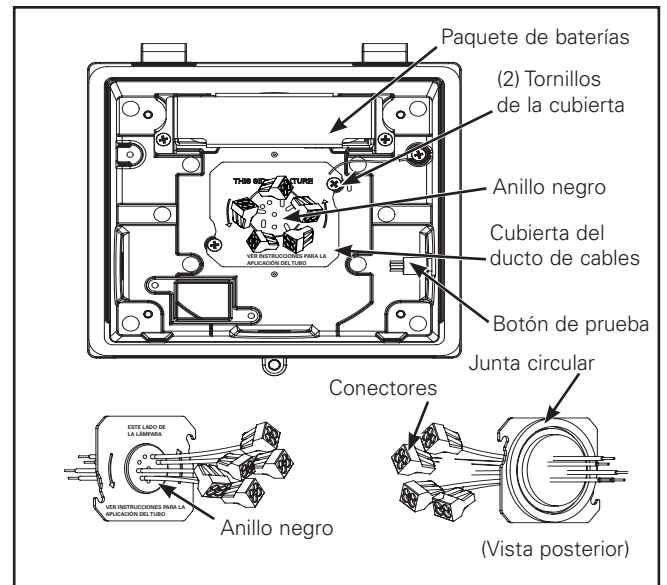

Figura 2.
3. Cableado sobre la caja eléctrica e instalación del tubo de acceso posterior: Afloje pero no retire los dos tornillos que fijan la cubierta del ducto de cables (Figura 2). Gire la cubierta del ducto de cables en sentido antihorario, y retírela desde la apertura.
1. Sobre la caja de conexiones: Realice las conexiones de los cables de suministro eléctrico en la parte posterior de la cubierta del ducto de cables. Siga las pautas del Código Nacional Eléctrico (NEC, por sus siglas en inglés) para cableado en lugares húmedos (las tuercas para conectar cables son suministradas por terceros). Asegúrese de que todos los cables estén fijos en la caja de conexiones y vuelva a colocar la cubierta girándola en sentido horario hasta que encaje en los tornillos. Ajuste los tornillos de la cubierta del ducto de cables con una torsión de 10 pulgadas-libras. (Figura 2).
Tubo de derivación: Retire el o los tapones necesarios NPT de 1/2 in del tubo. Aplique compuesto sellante o cinta de Teflón para impermeabilizar el acople de los tubos (suministrados por terceros) que entran a la caja trasera, para crear un sello impermeable. NO retire la cubierta del ducto de cables (Figura 2). Retire las puntas de los cables de la cubierta tirando ligeramente hacia usted el cableado ubicado en el anillo negro. No retire el anillo negro de la cubierta del ducto de cables.
Entrada del tubo negro: Retire el anillo negro y los cables de la cubierta de ducto de cables (NO retire la junta circular). Fije el tubo a la cubierta de ducto de cables con el conector impermeable (suministrado por terceros). Vuelva a instalar la cubierta de ducto de cables girándola en sentido horario hasta que encaje en los tornillos. Ajuste los tornillos de la cubierta del ducto de cables con una torsión de 10 pulgadas-libras. (Figura 2).